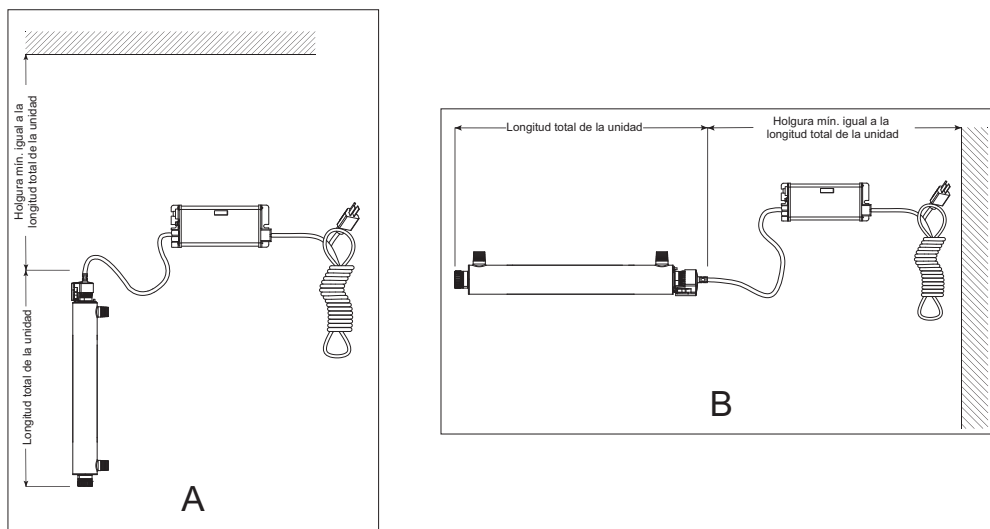

Figura 4 Instalación del sistema de desinfección: vertical y horizontal
2. Seleccione una ubicación adecuada para el sistema de desinfección y sus componentes relacionados. Como se recomienda instalar un GFCI, asegúrese de que esto se tiene en cuenta antes de cualquier instalación. El sistema se puede instalar en posición vertical (con el puerto de entrada abajo) como se indica en Figura 4 A o en posición horizontal, como se indica en Figura 4 B. Pero el método de preferencia es el de la instalación vertical. Cuando seleccione una ubicación de montaje, deje suficiente espacio para que se pueda extraer la lámpara UV o la vaina tubular de cuarzo (normalmente se debe dejar un espacio del tamaño de la cámara UV).